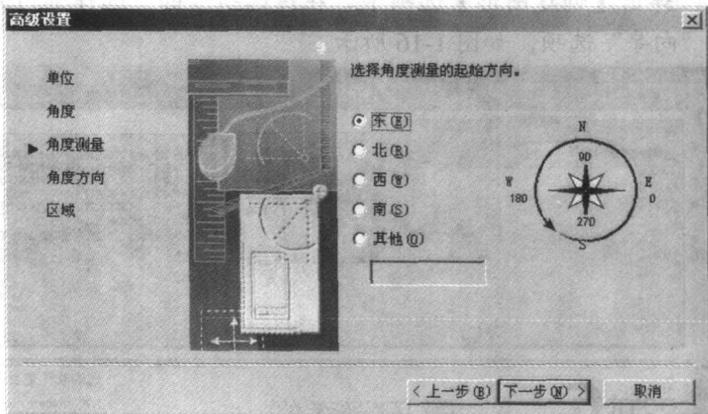

图1-19 设置测量角度的起始方向
4. 单击 **下一步(N) >** 按钮，弹出如图 1-19 所示的对话框，在此对话框中设置测量角度的起始方向。